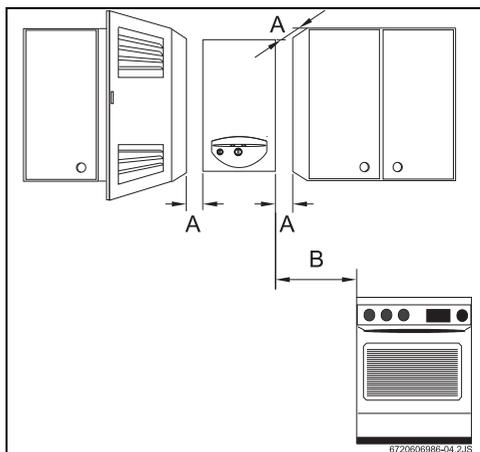

Рис. 14 Минимальные расстояния
- ▶ Придерживаться минимальных установочных размеров, приведенных на →рис. 14.
- ▶ Убедиться, что имеется хороший доступ для работ по обслуживанию, учитывая минимальные расстояния, приведенные на рис. 14.